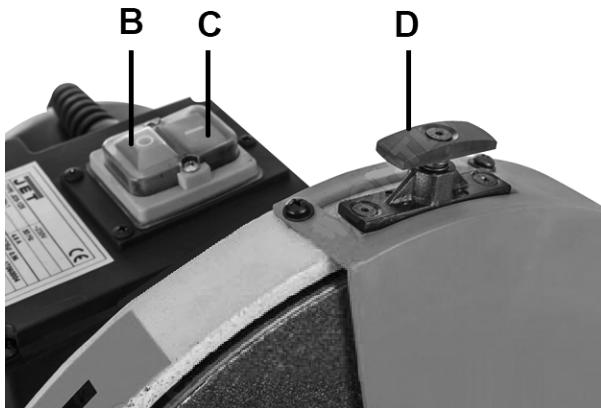

Fig 4
Mit dem grünen Ein-Taster (C, Fig 4) am Hauptschalter kann die Maschine gestartet werden: Mit dem roten Aus-Taster (B) kann die Maschine stillgesetzt werden.